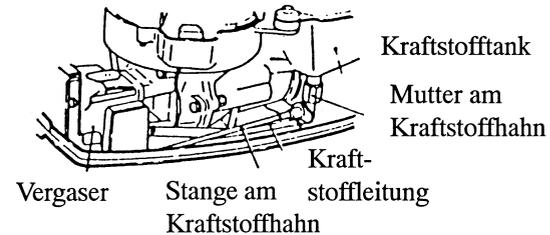

Abb.20: Kraftstoffleitung im Motor
(1) Kraftstoffsystem
- Kraftstofffilter und Mutter am Hahn auf Verschmutzung prüfen (Abb.20).